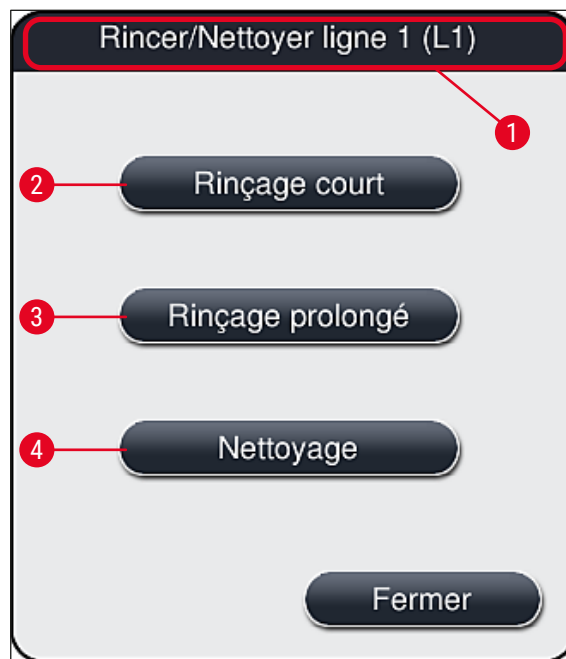

Fig. 99
- ✓ Dans le menu qui s'affiche (→ Fig. 99), trois programmes différents de rinçage/nettoyage sont disponibles.